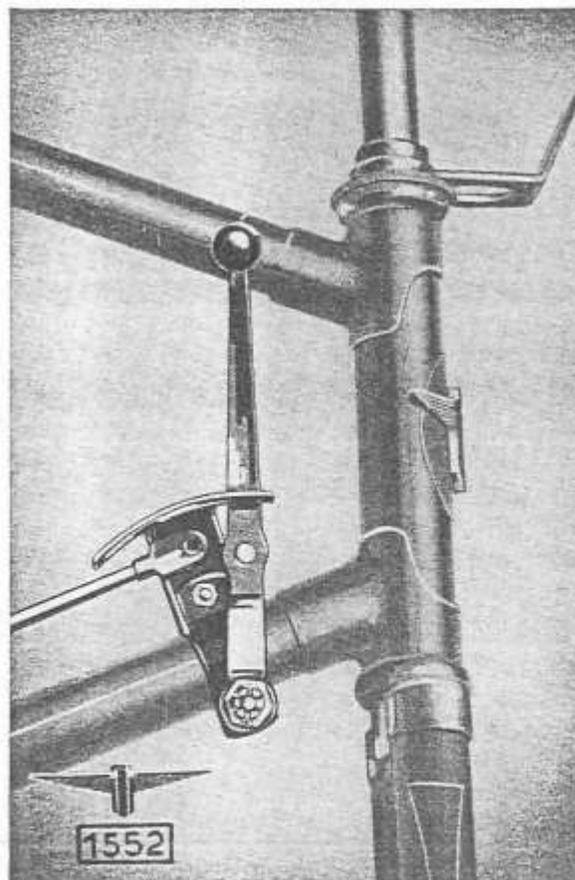

Abb. 4. Schalthebel in vorderer Stellung — Schaltgestänge gelöst.
9. Schalthebel in Mittelstellung. Schaltstange am Scharnier mit 8 mm Schlüssel vom Schalthebel trennen. Schalthebel in vorderste Raste schieben. Schalt - Gestänge stehen lassen. (Abb. 4.)